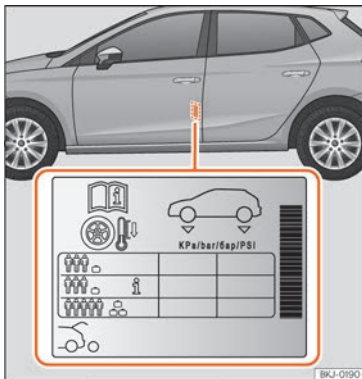

Abb. 196 Einbautort des Aufklebers für den Reifenfülldruck.
- Passen Sie bei größerer Zuladung den Reifenfülldruck entsprechend an »» **Abb. 196**.
Die Angaben zum Reifenfülldruck befinden sich auf einem Aufkleber an der B-Säule der Fahrertür »» **Abb. 196**.
Je nach Fahrzeug kann der Reifenfülldruck auf halbe Last eingestellt werden, um den Fahrkomfort zu verbessern [Reifenfülldruck **i** »» **Abb. 196**]. Beim Fahren mit Komfort-Reifenfülldruck kann sich der Kraftstoffverbrauch leicht erhöhen.
Der Reifenfülldruck muss der aktuellen Fahrzeugbelastung angepasst werden. Wenn das Fahrzeug voll beladen werden soll, muss der Reifenfülldruck entsprechend dem auf dem Reifenfülldruck-Aufkleber »» **Abb. 196** angegebenen maximalen Wert erhöht werden.
Füllen Sie bei einem minimierten Notrad (125/70 R16 oder 125/70 R18) auf einen Druck von 4,2 bar, gemäß Angabe auf dem Aufkleber mit den Reifenfülldruckwerten »» **Abb. 196**.
»» Abb. 196.
- Immer den richtigen Reifenfülldruck am kalten Reifen einhalten, wie auf dem Aufkleber angegeben »» Abb. 196.